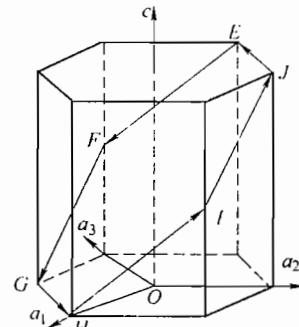

图 27-2 第二题第 2 小题图
2. 写出图 27-2 所示六方晶胞中 $EFGHIJE$ 面的密勒-布拉菲晶面指数，以及 EF 、 FG 、 GH 、 HI 、 IJ 、 JE 各晶向的密勒-布拉菲晶向指数。